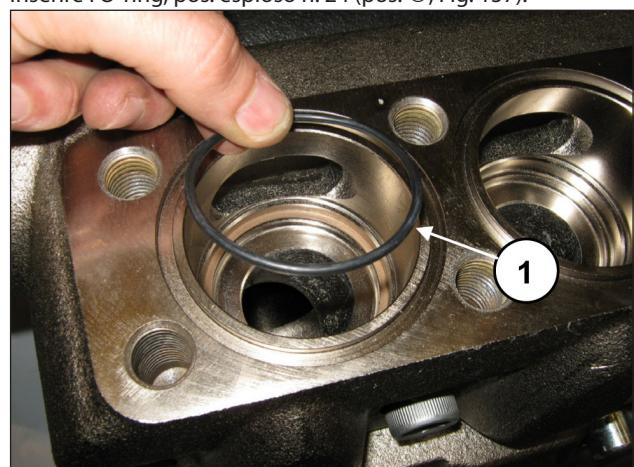

Fig. 157
Inserire l'O-ring, pos. esploso n. 24 (pos. ①, Fig. 157).